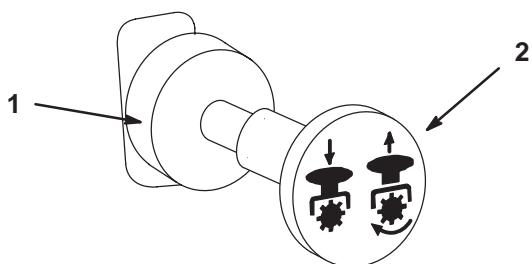

Bild 23
3. Ziehen Sie den Zapfwellenschalter auf EIN (Bild 23).
1. Schieben Sie, um die Zapfwelle auszukuppeln, den ZWA-Schalter auf "AUS" (Bild 23).